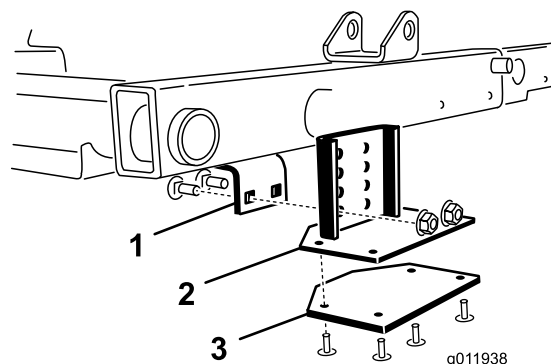

Figure 8
2. Trouvez le support de châssis au-dessus du plateau de coupe central (Figure 8).
3. Appuyez sur le rouleau avant du plateau de coupe central et déterminez quels trous du support de relevage de rouleau doivent s'aligner sur les trous du support de châssis pour créer le même contact du rouleau quand le support de relevage est monté (Figure 8).
4. Abaissez les plateaux de coupe et montez le support de relevage sur le châssis au moyen des (2) vis de carrossier et écrous fournis avec le kit (Figure 8).